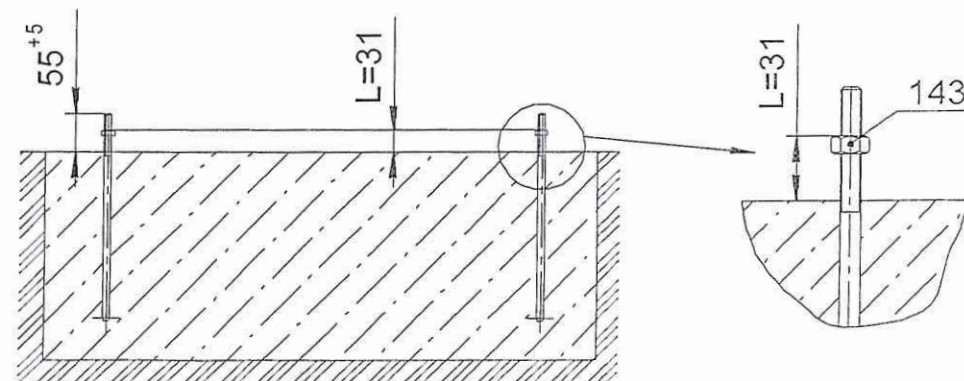

Рис. 4
- Убедиться в сухости и прочности залитого бетона. На болты анкерные накрутить гайки поз. 143, выдержав размер L=31 (рис.4).